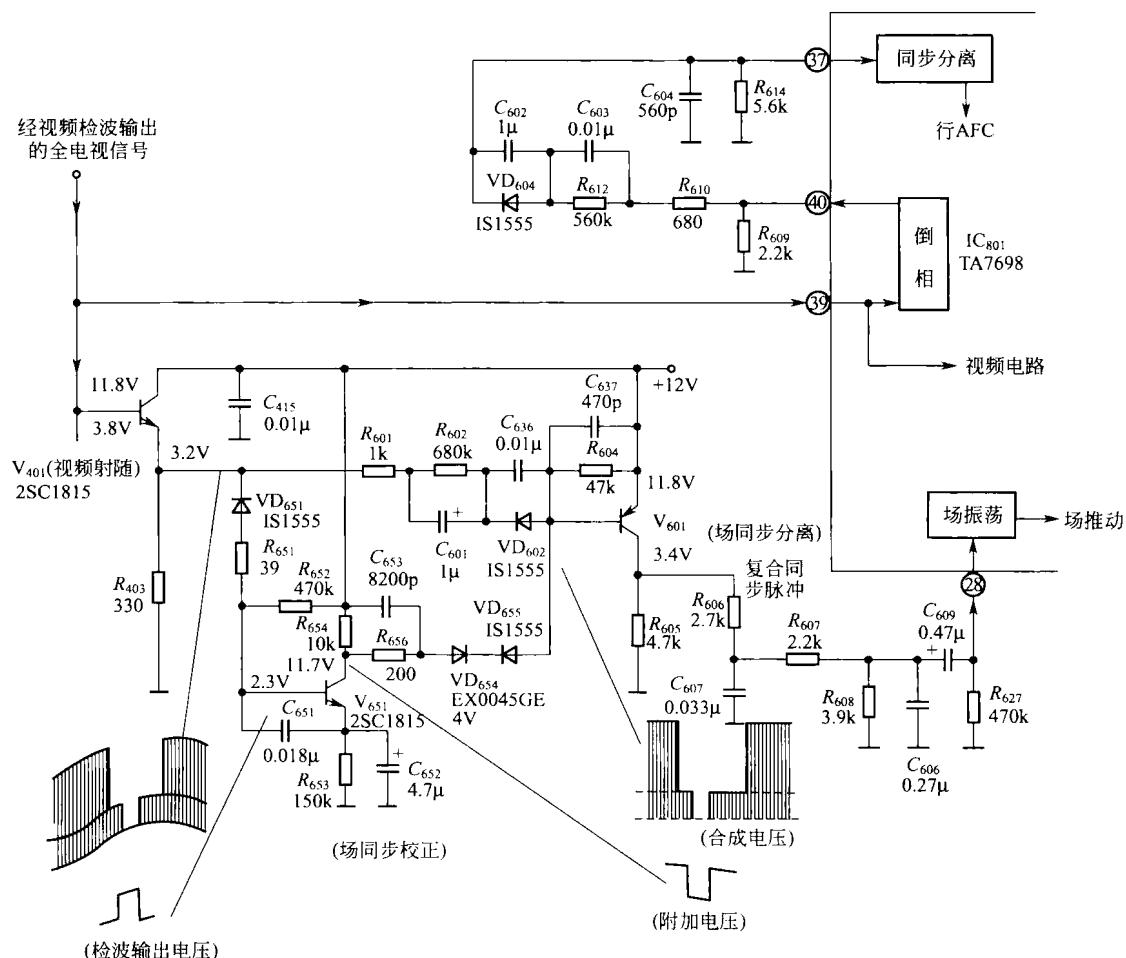

图 1-6 某彩色电视机的场同步校正电路
识读疑难电路图的基本方法也可以归纳为 4 句话：试探功能，外部围攻，内部突破，关注波形。图 1-6 是某彩色电视机的场同步校正电路，对很多读者来说可能是疑难电路，下面结合识读疑难电路图的 4 句话来分析说明。
① 画出框图，标出熟悉内容。由图 1-6 可知视频全电视信号分为两路进入本电路。第一路视频信号直接送到芯片电路 TA7698 的 39 脚，然后被分成两路。其中有一路进入集成视频信号处理电路；另一路经倒相放大后，再由 39 脚输出。经过  $C_{602} \sim C_{604}$ 、 $R_{609}$ 、 $R_{610}$ 、 $R_{612}$ 、 $R_{614}$ 、 $VD_{604}$  等组成的网络，再返回 37 脚，进入集成同步分离电路。经初步分析可知，40 脚与 37 脚之间外网络是钳位和抗干扰网络；集成同步分离电路仅完成同步分离功能，利用其幅度分离功能可取出同步信号，然后去行 AFC 电路，控制行扫描电路的同步。这里留下一个问题，分离出的同步信号没有送到积分电路和扫描电路，场同步信号的分离功能是由什么电路来承担的呢？
步头波形畸变，或场同步收缩，幅度变小（见  $V_{401}$  射极波形），它将引起场同步不良。该场同步校正电路可克服场同步脉冲失真，改善送到  $V_{601}$  的场同步脉冲（同步头朝下）的波形和电平。例如，当  $V_{401}$  射极输出图 1-6 中所示的场同步脉冲的失真波形时，该信号经过由  $VD_{651}$ 、 $R_{651}$ 、 $C_{651}$ 、 $C_{652}$  组成的二极管检波电路，可检出正向的场频脉冲，并加在  $V_{651}$  基极，经倒相放大后可在  $V_{651}$  集电极形成负向的仿真场同步脉冲，该同步头的平顶倾斜方向与原失真同步头的倾斜方向相反。仿真同步脉冲与原失真的场同步脉冲在  $V_{601}$  基极叠加，可得到被校正的复合场同步脉冲（见  $V_{601}$  基极波形），于是  $V_{601}$  集电极可以输出理想的同步脉冲信号。失真的场同步脉冲被校正补偿后，可改善场同步效果。